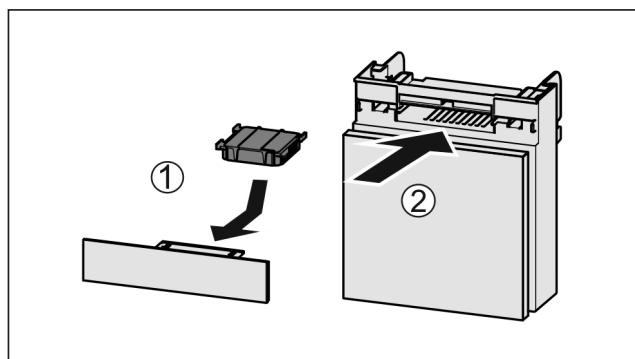

Fig. 165
- Aktivni ogleni filter vstavite Fig. 165 (1) skladno s prikazom na sliki.
- Predal potisnite noter Fig. 165 (2).